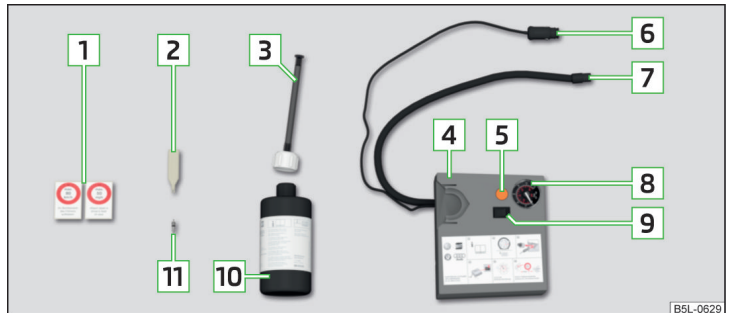

Abb. 163 Prinzipdarstellung: Bestandteile des Pannensets
Bestandteile des Sets » Abb. 163
- Den entsprechenden Aufkleber **1** » Abb. 163 auf Seite 168 auf die Schalttafel im Sichtfeld des Fahrers kleben.
- Die Reifenfüllflasche **10** » Abb. 163 auf Seite 168 einige Male kräftig hin und her schütteln.
- Den Reifenfüllschlauch **7** » Abb. 163 auf Seite 168 des Luftkompressors fest auf das Reifenventil schrauben.